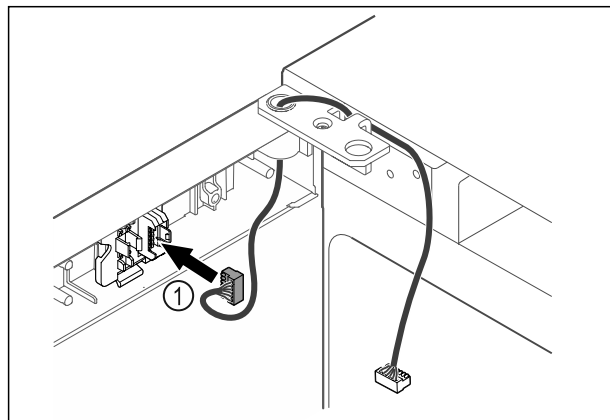

Fig. 44
- ▶ Zasuňte zástrčku Fig. 44 (1) do držáku zástrčky.